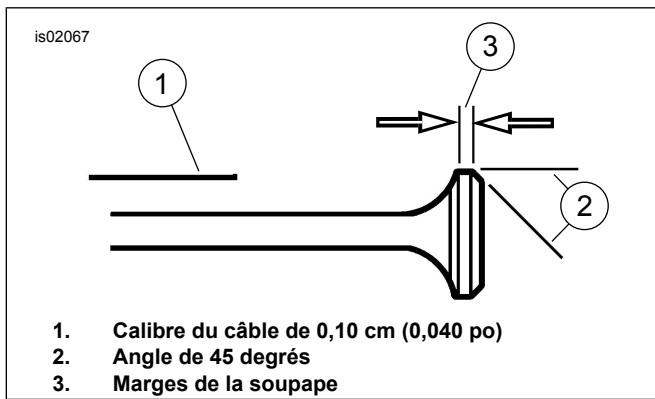

Figure 1. Têtes de soupapes à chanfrein
Voir la Figure 1. S'il est nécessaire, après inspection, de rectifier les soupapes d'admission et d'échappement afin de respecter le dégagement de 1,016 mm (0.040 in) entre les deux têtes de soupape, mesurez les marges (3) :
2. Un dégagement de Distance : 1,016 mm (0.040 in) est nécessaire entre les deux têtes de soupape. Utilisez une jauge à fils (1) Distance : 1,016 mm (0.040 in) pour mesurer cette distance. Pour régler le dégagement, rectifiez les bords des soupapes d'admission et d'échappement selon un angle de 45° (2).